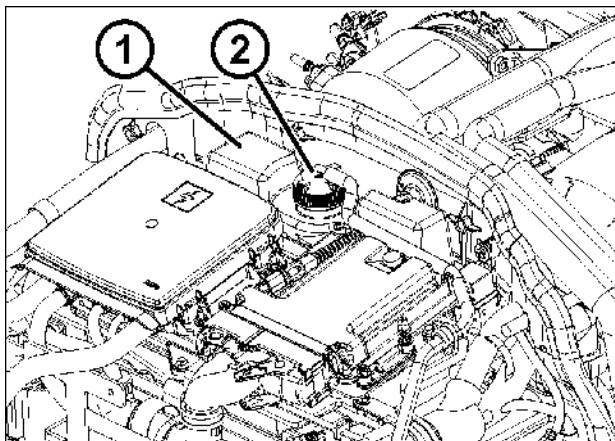

Рис. 7-84
Закройте сливной кран радиатора и установите на место пробку (3) с новым уплотнительным кольцом. Момент затяжки — 26 Н·м. Залейте охлаждающую жидкость до отметки на бачке (1 — рис. 7-84).
Дайте двигателю поработать с частотой вращения 1000 об/мин в течение нескольких минут. После этого проверьте уровень охлаждающей жидкости и при необходимости долейте. После завершения работ закройте заливную пробку. (2 — рис. 7-84).